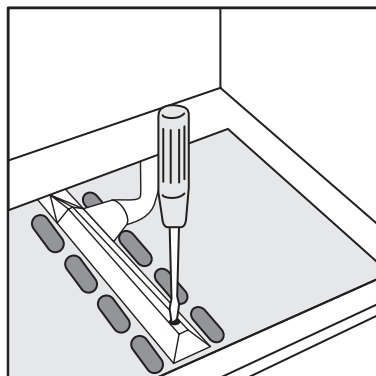

рис. 9
- открутите винт V (рис. 9), крепящий горелку, и снимите ее